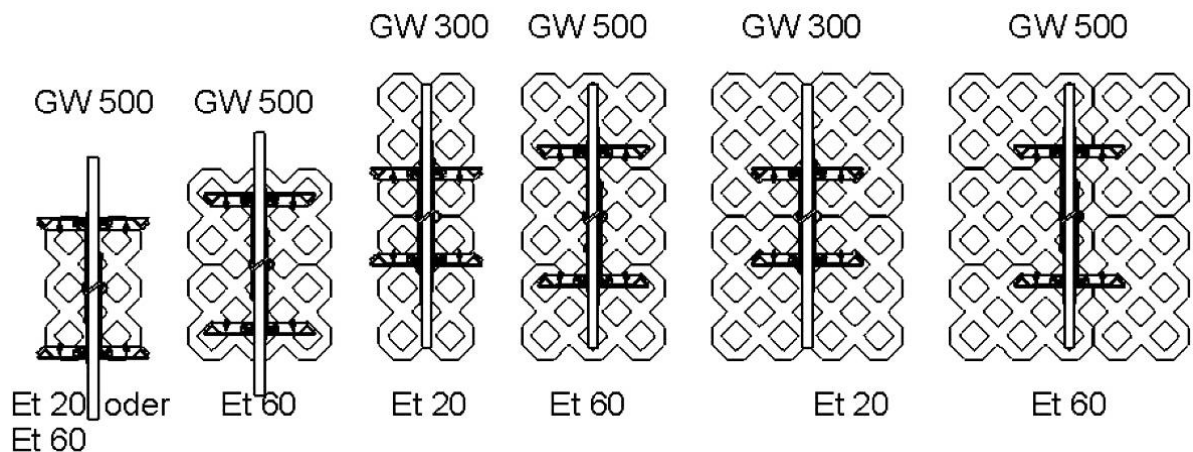

Fig. 1
Les produits manipulés représentés (dalles pour gazon) ne peuvent être saisis que dans deux crans (respectivement, le 4e trou depuis l'intérieur) pour une zone de préhension/largeur de préhension (GW) d'env. 300 mm ou dans des crans (respectivement le 7e trou depuis l'intérieur) pour une zone de préhension/largeur de préhension (GW) d'env. 500 mm (→ fig. 1).